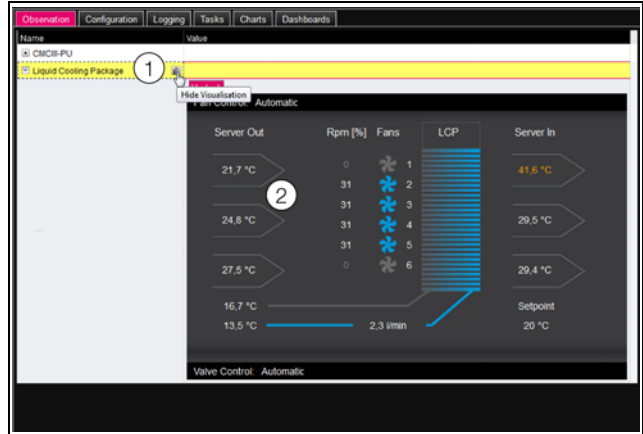

Рис. 104: Графическое отображение
Появляется графическое отображение (рис. 104) и все статусы и число оборотов вентиляторов, а также значения температур воздуха на входе и выходе в сервера, в также режимы управления вентиляторами и водой можно удобно просматривать и изменять нажатием на графическое отображение (рис. 104, поз. 2).
Если после выбора элемента "Liquid Cooling Package" выбрано графическое отображение (рис. 104), то на древовидную структуру можно переключиться следующим образом:
- Нажмите на графический символ в виде серых ступеней рядом с элементом "Liquid Cooling Package" (рис. 104, поз. 1).